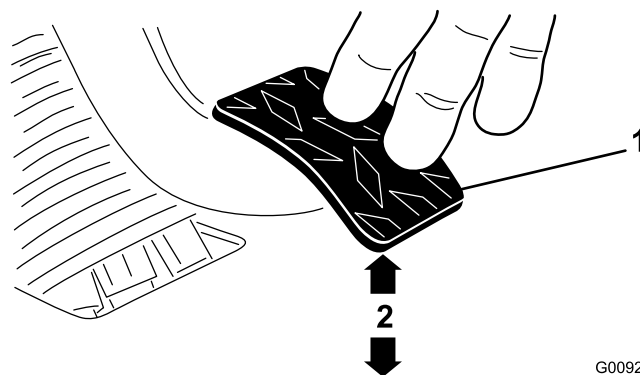

Figura 74
3. Ajuste as porcas ou as juntas até que a extremidade traseira do pedal de embraiagem esteja a $9,5 + 3$ mm da parte superior da chapa do piso, aplicando uma força de 1,8 quilos no pedal (Figura 74).